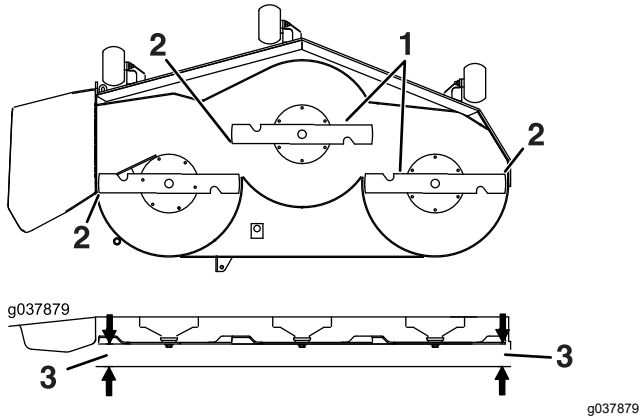

Figure 102
6. Mesurez la distance entre la pointe des lames et le sol plat (Figure 102). Si les deux mesures diffèrent de plus de 5 mm (3/16 po), ajustez l'horizontalité des lames; poursuivez cette procédure.
14. Tournez prudemment les lames pour qu'elles soient parallèles dans le sens transversal (Figure 102).